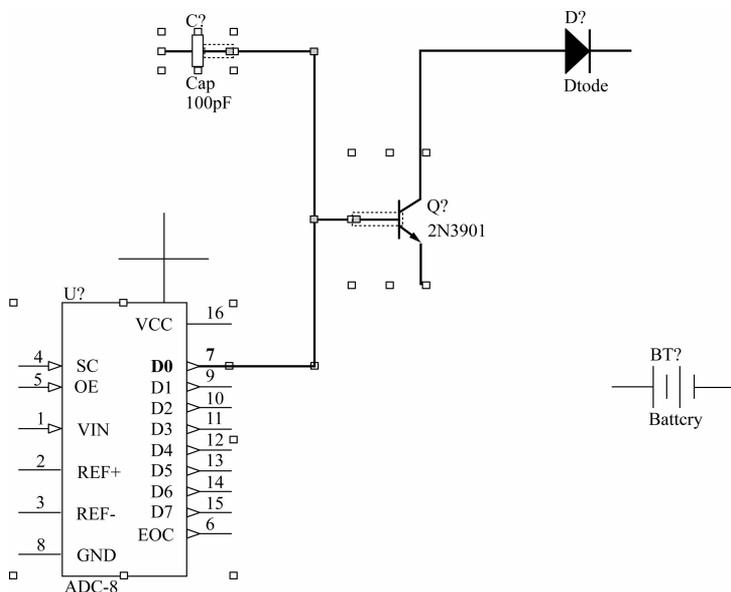

图 4-72 选择一个连接上的所有导线
- (1) 单击该菜单选项，鼠标指针变成十字形状并显示在工作窗口中；
- (2) 将鼠标指针移动到某个连接的导线上，单击；
(3) 该连接上所有的导线都被选中，并高亮地显示出来，元件也被特殊地標示出来，如图 4-72 所示，为导线选择状态；
(4) 此时，鼠标指针的形状仍为十字形状，重复步骤(2)、(3)可以选择其他连接的导线。